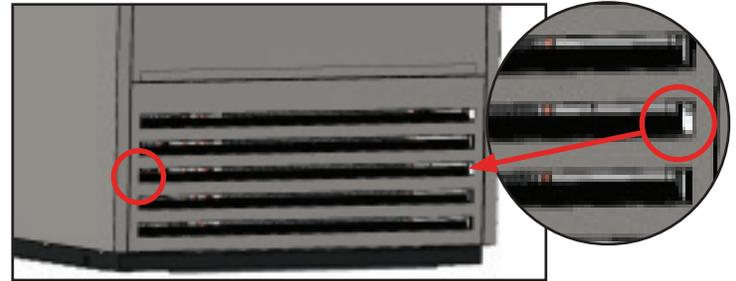

Fig. 1. Dépose de la vis de fixation de la grille avant.
2. Enlevez la vis de fixation de la grille à persiennes sur l'armoire. Voir Fig. 1.